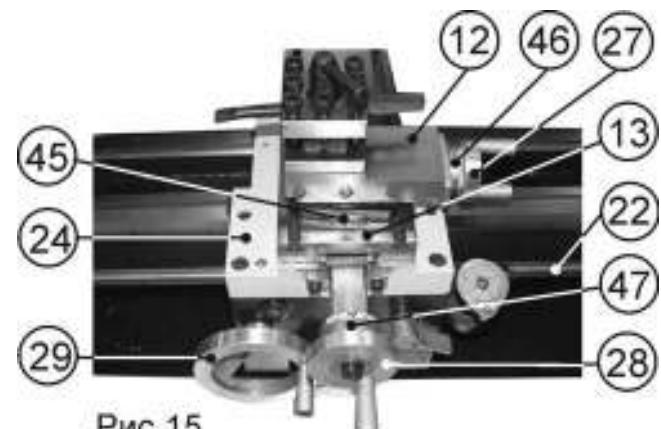

Рис.15
10.3. Точение (Рис. 15)
10.3.1. Установка и подача резца в продольном направлении станины (20), Рис.2, производится вращением маховика ручной подачи каретки (29), Рис. 15.
10.3.2. Точная установка и подача резца в продольном направлении производится маховиком (27) подачи поворотного суппорта (12), установленного параллельно ходовому винту (22) подачи каретки, что соответствует совмещению метки на поперечном суппорте (13) и нулевой отметке шкалы (45) поворотного суппорта (12). Рис.15.
10.3.3. Расстояние прохождения резца контролируется по шкале лимба (46), (1 деление =0,025мм), Рис. 15.
10.3.4. Установка и подача резца в поперечном направлении (установка глубины точения, торцевое точение) производится вращением маховика подачи поперечного суппорта (28), Рис. 15.
(1 деление лимба=0,025мм.). Рис. 15